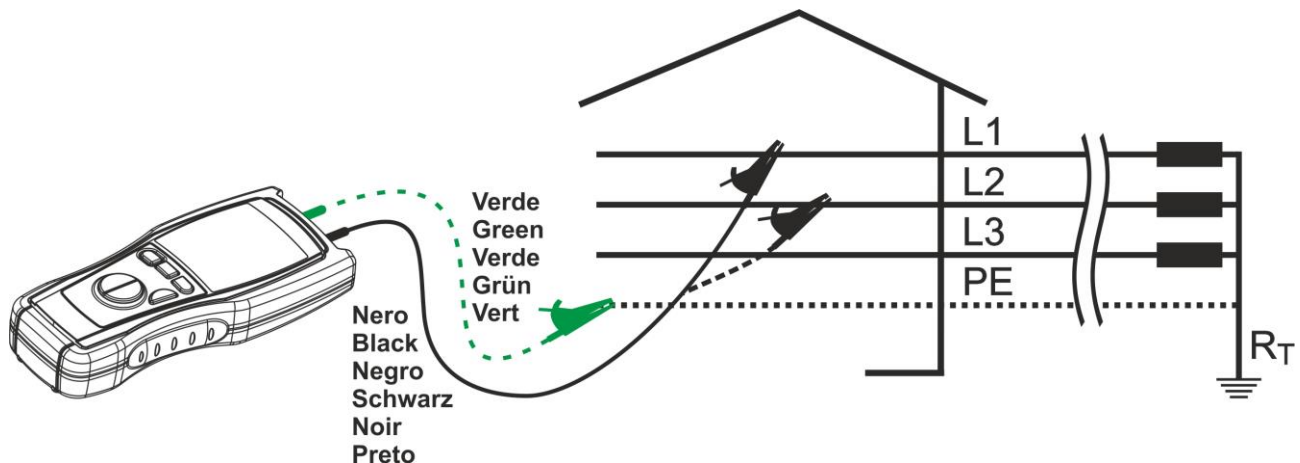

Fig. 7: Connessione dei terminali dello strumento in prova
5. Qualora sia stata selezionata la misura a due terminali (modalità 2W) inserire il cavo verde nel corrispondente terminale di ingresso dello strumento e collegare puntale di misura al cavo di neutro od al cavo di protezione dell'impianto in esame (vedere Fig. 7). Se necessario innestare il coccodrillo sul puntale di misura
"PH1" sul display secondario che invita l'operatore a collegare il cavo di misura al cavo della fase L1 (vedere Fig. 7)
"**PH2**" sul display secondario che invita l'operatore a collegare il cavo di misura al cavo della fase L2 (vedere Fig. 7)